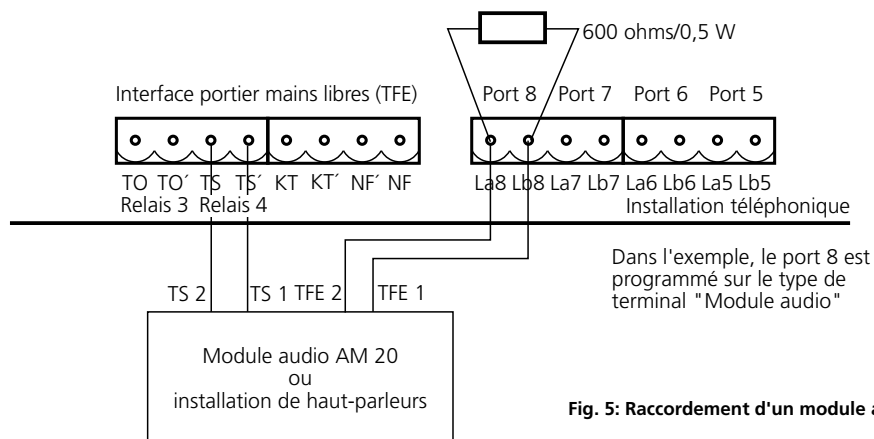

Fig. 5: Raccordement d'un module audio
- ou à l'un des ports analogiques (voir la fig. 5).